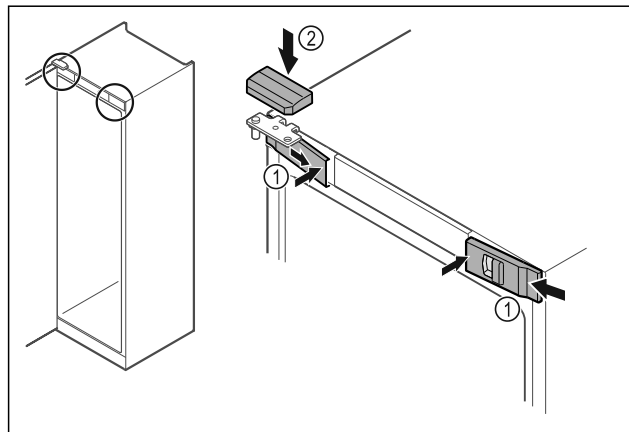

Fig. 33
- ▶ Obesite sprednje pokrove Fig. 33 (1) stransko in jih namestite v notranjosti, da se zaskočijo.
- ▶ Zgornji pokrov Fig. 33 (2) namestite z zgornje strani.